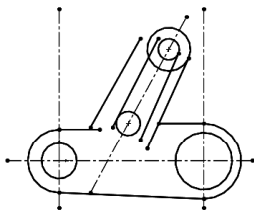

图 2-99 绘制直线
⑥ 单击“草图”面板中的“直线”按钮, 弹出“插入线条”属性管理器, 绘制直线, 如图 2-99 所示。